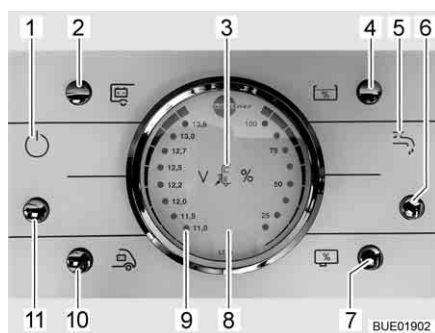

Fig. 169 Pannello di controllo LT 96
Il tasto (Fig. 169,11) inserisce o disinserisce il pannello di controllo e l'alimentazione a 12 V del vano abitabile.
*Accensione:* ■ Premere il tasto (Fig. 169,11): L'alimentazione a 12 V dell'abitacolo è inserita. La spia di controllo (Fig. 169,1) si accende.
*Spegnimento:* ■ Premere il tasto (Fig. 169,11): L'alimentazione a 12 V dell'abitacolo è disinserita. La spia di controllo (Fig. 169,1) si spegne.
Per l'indicatore volt/serbatoio (Fig. 169,8) leggere la scala sinistra. L'indicatore si illumina automaticamente appena viene premuto un tasto.
- Premere il tasto (Fig. 169,10): Viene indicata la tensione della batteria di avviamento.
- Premere il tasto (Fig. 169,2): Viene indicata la tensione della batteria dell'abitacolo.
Per l'indicatore volt/serbatoio (Fig. 169,8) leggere la scala destra. L'indicatore si illumina automaticamente appena viene premuto un tasto.
- Premere il tasto (Fig. 169,4): Viene indicato il livello del serbatoio dell'acqua.
- Premere il tasto (Fig. 169,7): Viene indicato il livello del serbatoio delle acque grigie.
- Premere il tasto (Fig. 169,6): L'alimentazione idrica è accesa. La spia di controllo della pompa dell'acqua (Fig. 169,5) si accende.
- Premere il tasto (Fig. 169,6): L'alimentazione idrica è spenta. La spia di controllo della pompa dell'acqua (Fig. 169,5) si spegne.
La spia luminosa rossa "ALARM" (Fig. 169,9) inizia a lampeggiare non appena la tensione della batteria dell'abitacolo scende al di sotto di 11 V (misurazione durante il normale esercizio) con conseguente rischio che la batteria si scarichi troppo.
La spia di controllo a 12 V (Fig. 169,1) si accende non appena viene inserito il tasto principale dei 12 V (Fig. 169,11).
La spia di controllo a 230 V (Fig. 169,3) si accende quando all'ingresso della centralina elettrica è presente una tensione di rete.